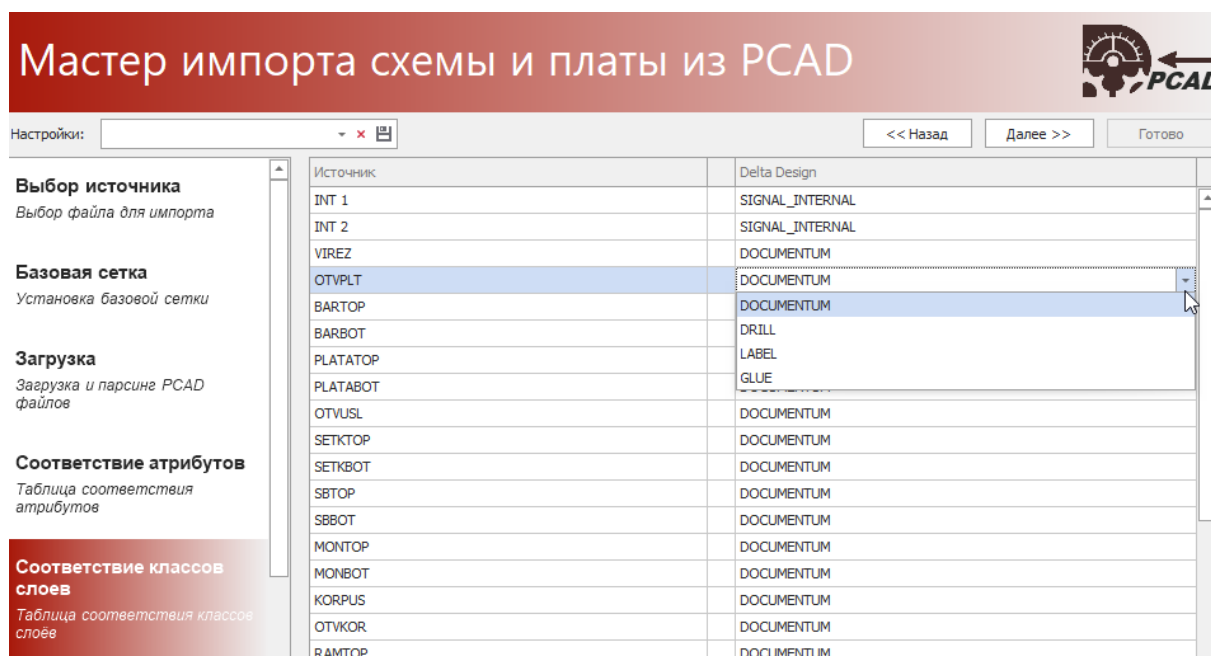

Рис. 25 Соответствие классов слоев
8. Проставьте соответствие классов слоев, Рис. 25, и нажмите «Далее».